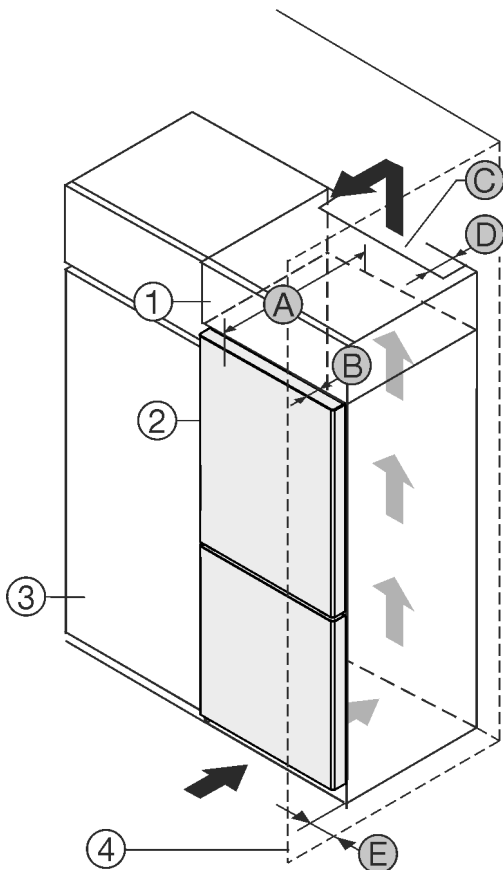

Fig. 1
- (1) Шафа для встановлення на пристрій
- (2) Пристрій
- (3) Кухонна шафа
- (4) Стінка
- (A) Глибина пристрою
- (B) Глибина дверей
- (C) Вентиляційний зазор
- (D) Відстань задня сторона пристрою
- (E) Відстань до сторони пристрою
Ви можете встановити пристрій безпосередньо поряд із кухонною шафою Fig. 1 (3).
Зі зворотного боку шафи для встановлення на пристрій слід передбачити вентиляційну шафу завглибшки Fig. 1 (D) на всю ширину цієї шафи.
Слід дотримуватись вентиляційного отвору Fig. 1 (C) в стелі приміщення.
Якщо пристрій із шарнірами встановлюється поряд зі стіною Fig. 1 (4), відстань між пристроєм і стіною повинна бути не менше 13 мм.
Якщо пристрій із шарнірами встановлюється поряд зі стіною Fig. 1 (4), відстань між пристроєм і стіною повинна бути не менше 20 мм.
Щоб мати можливість повністю відкривати дверцята, потрібно, щоб пристрій виступав на відстань глибини дверцят Fig. 1 (B) відносно передньої панелі кухонної шафи. Залежно від глибини кухонних шаф Fig. 1 (3) та використання пристінних розпірок пристрій може ще більше виступати вперед.